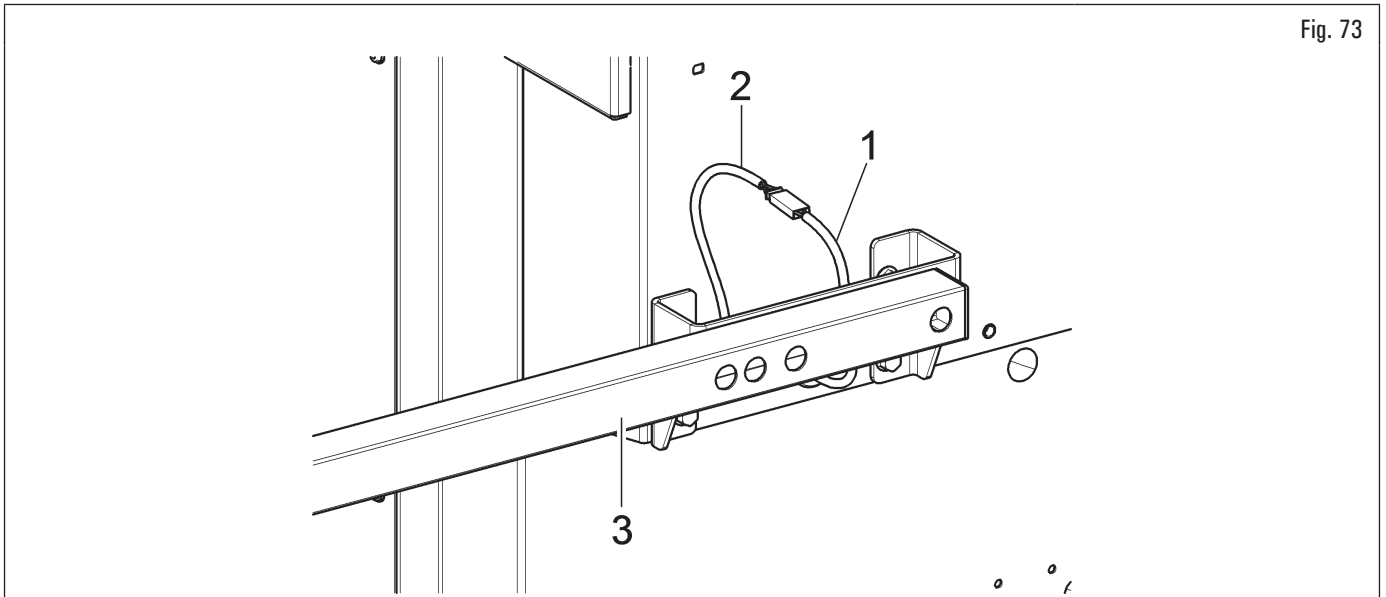

Fig. 73
- conectar el conector (Fig. 73 ref. 1) del cable proveniente del interior del equipo en el conector (Fig. 73 ref. 2) del cable que sale del brazo del palpador. Introducir la parte del cableado con los conectores en el interior del brazo (Fig. 73 ref. 3);